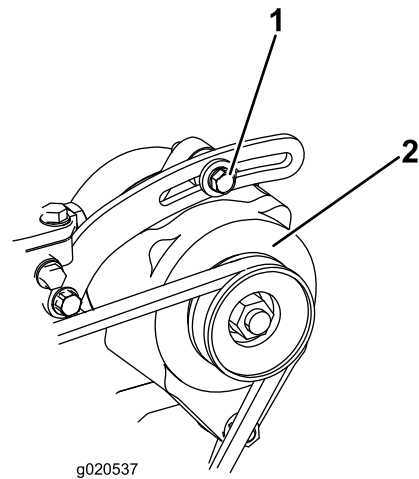

Bild 100
1. Lockern Sie bei einer Durchbiegung von mehr oder weniger als 10 mm die Befestigungsschrauben der Lichtmaschine (**Bild 100**).